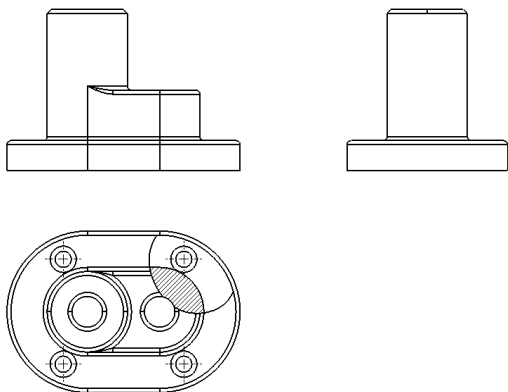

图 11-47 创建断开剖视图效果
(5) 单击【确定】按钮, 即可创建断开剖视图, 效果如图 11-47 所示。